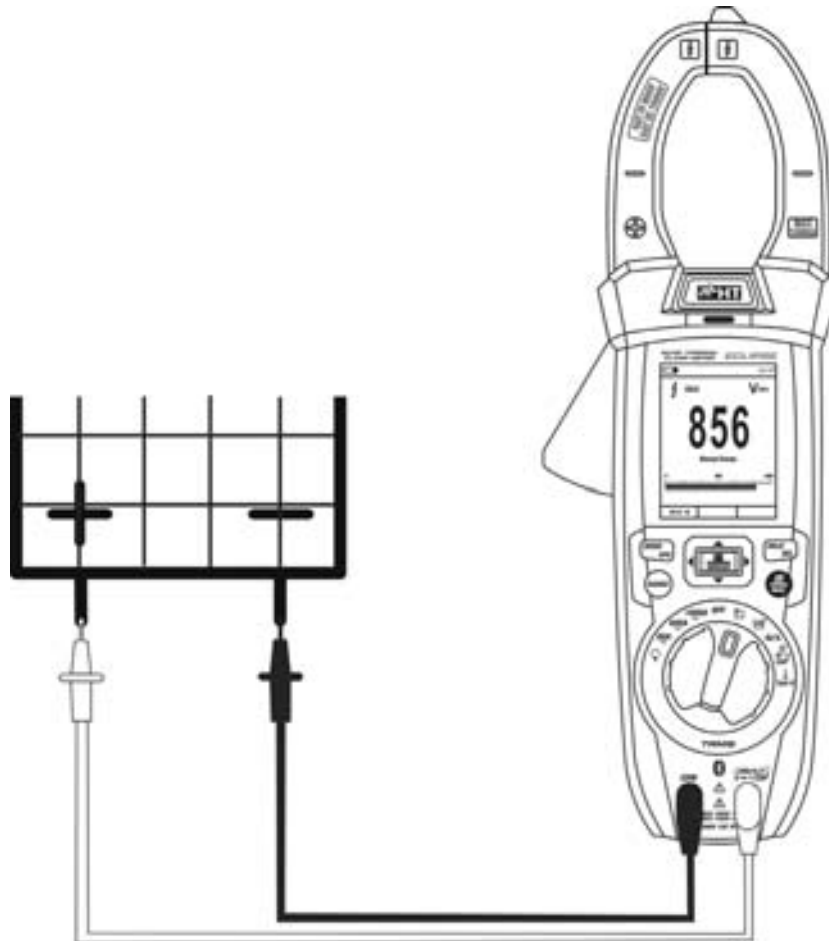

Fig. 23: Utilisation de l'instrument pour mesure de Tension CC
4. Positionner l'embout rouge et l'embout noir respectivement dans les points à potentiel positif et négatif du circuit testé (voir Fig. 23). La valeur de la tension apparaît à l'écran
6. L'affichage du symbole «**-**» sur l'écran de l'instrument indique que la tension a un sens opposé par rapport à la connexion de Fig. 23.